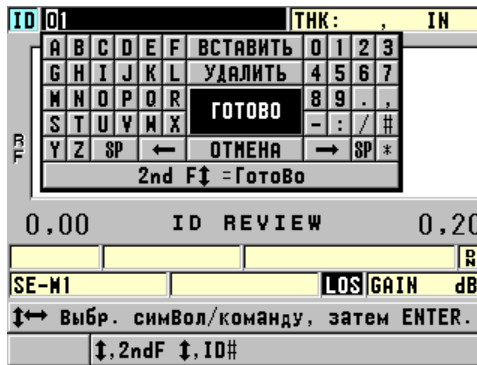

Рис. 6-37 Режим редактирования ИД #
4. Повторно нажмите **[2nd F]**, **[FILE]** (**ID#**), затем отредактируйте значение ИД (см. Рис. 6-37 на стр. 127).